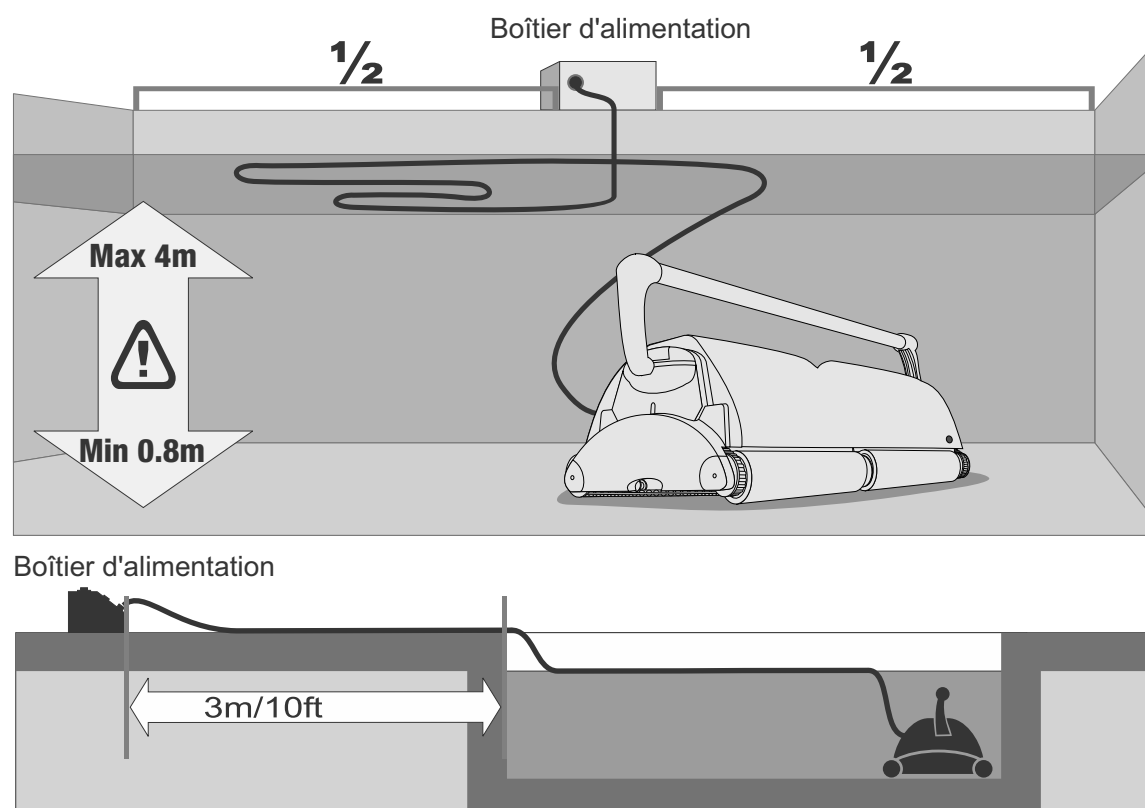

Fig. 1
Il convient de placer le boîtier d'alimentation en lieu protégé, à une distance minimale de 3 mètres de la piscine. Ce boîtier ne doit pas être laissé sous la pluie, ni placé dans des flaques d'eau. Si possible, posez le boîtier à une distance équivalente à la moitié de la longueur de la piscine (fig. 1). Cela permettra au câble et au robot d'atteindre tous les coins de la piscine. Le boîtier d'alimentation fourni est configuré pour l'UNE des tensions suivantes : a) 115 V b) 230 V.
- 4) Déroulez le câble flottant entièrement et étendez-le sur la surface de l'eau aussi uniformément que possible, en vérifiant qu'il n'est ni tordu, ni emmêlé (fig. 1)
- 5) Branchez le boîtier d'alimentation sur une prise de terre (après en avoir vérifié la tension). Allumez le boîtier d'alimentation (ON). Le robot se mettra en marche et nettoiera la piscine selon le programme de votre choix. Voir page suivante pour en savoir plus.